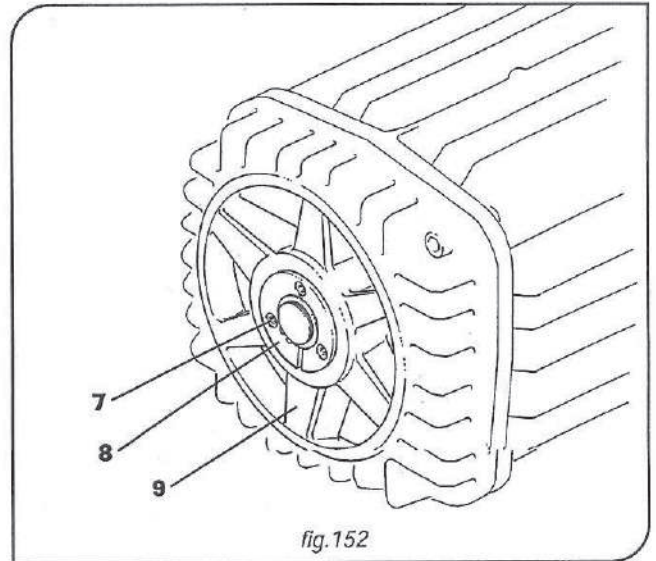

fig. 152
- Desatornillar completamente los 3 tornillos -7- del anillo tuerca -8- del bloqueo del la traba-freno -9-.(fig152).